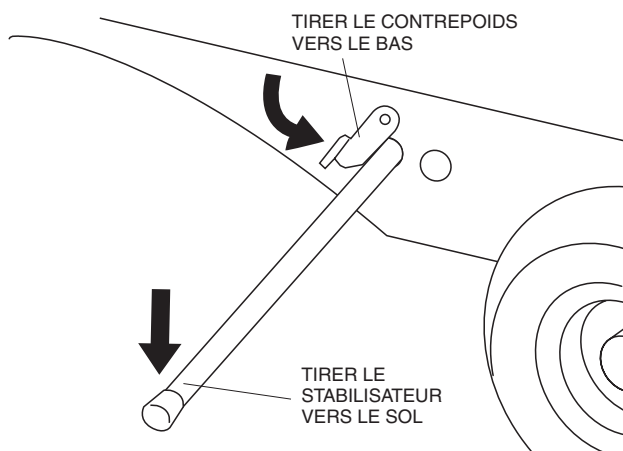

Figure 15. Verrouiller le stabilisateur déployé
2. Tirer le stabilisateur vers le bas jusqu'à ce qu'il touche le sol. Tirer le contrepoids vers le bas jusqu'à ce que le stabilisateur soit verrouillé en place. Voir Figure 15.